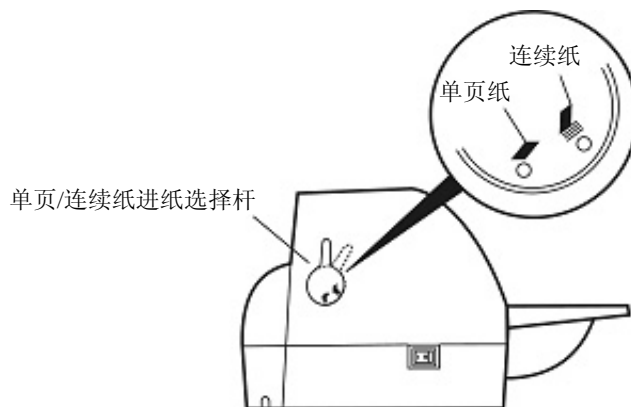

图 3-2 单页/连续纸进纸选择杆（单页纸）
- 设定单页/连续纸进纸选择杆拨于单页纸位置（如图 3-2 所示）。